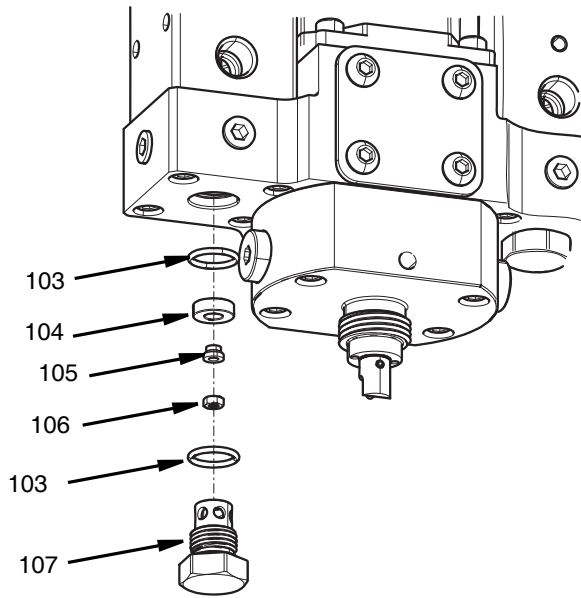

FIG. 27
2. Retire el retén del asiento de la válvula (107) con una llave abierta de 19 mm.
3. Retire la tuerca (106) que sujeta la boquilla reversible (105) con un dado de 5,5 mm.
4. Retire el asiento de la válvula (104) y la junta tórica (103). Vea la FIG. 27 en la página 38.